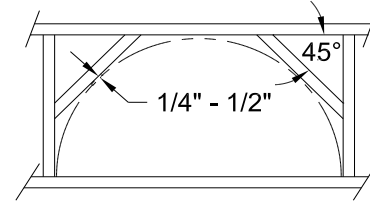
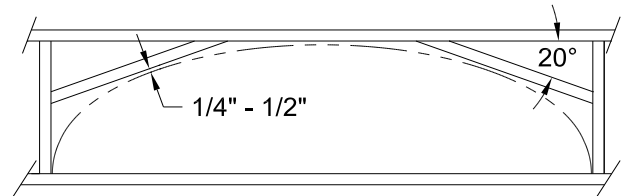

Fig. 1a
Fig. 1b
3. Si está instalando un montante "semi-circular" o "elíptico", deberá instalar puntos de anclaje adicionales para asegurar el montante como se muestra en la Fig. 1a o Fig. 1b. La instalación de un montante rectangular será similar sin el agregado de las grampas adicionales.
Utilice material 2x4 o lo más próximo posible al ancho de la abertura en la pared y ajústelo. Para un montante "semi-circular" coloque ambos soportes de manera que queden en ángulo de 45° y con una separación de 1/2" por encima de la jamba del montante, como se muestra en la Fig. 1a. Para un montante "elíptico", coloque ambos soportes de manera que queden en ángulo de 20° y con una separación de 1/2" por encima de la jamba como muestra la Fig. 1b.